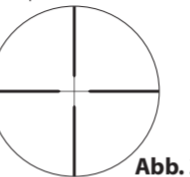
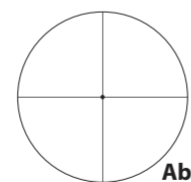
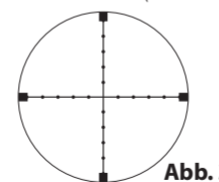

Abb. 3-5
Abb. 3-6
Abb. 3-7
(2) Fokussierung
- 1 Sehen Sie durch das Okular und halten Sie dabei einen Abstand von ca. 10 cm (4 Zoll) zwischen Auge und Okular, sodass Sie das BDC-Fadenkreuz (Abb. 3-4), das Duplexfadenkreuz (Abb. 3-5), das feine Fadenkreuz mit Punkt (Abb. 3-6) oder das Mildot-Fadenkreuz (MIL-Standard) (Abb. 3-7) sehen. Stellen Sie sicher, dass Sie Ihr Auge bei ordnungsgemäßer Einstellung und mit entsprechendem Augenabstand positionieren. Andernfalls „verdunkelt“ sich die Sicht.
(3) Vergrößerung
Halten Sie den Knopf mit Ihren Fingern fest, um ein Verschieben des ausgerichteten Skalenrings zu verhindern, und drehen Sie die Schraube an der Oberseite des Knopfs mit dem mitgelieferten Inbusschlüssel entgegen dem Uhrzeigersinn ①, bis Sie die Schraube herausgedreht haben. Nehmen Sie dann den Knopf ab (Abb. 3-5).